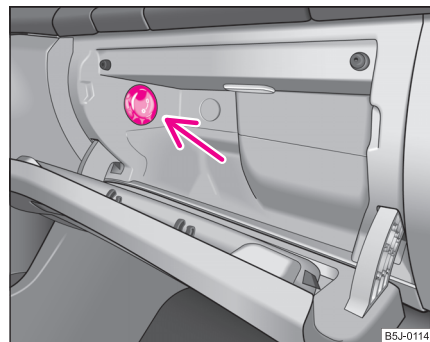

Abb. 70 Ablagefach:
- Mit dem Drehschalter ⇒ Abb. 70 schalten Sie die Kühlung ein bzw. aus.